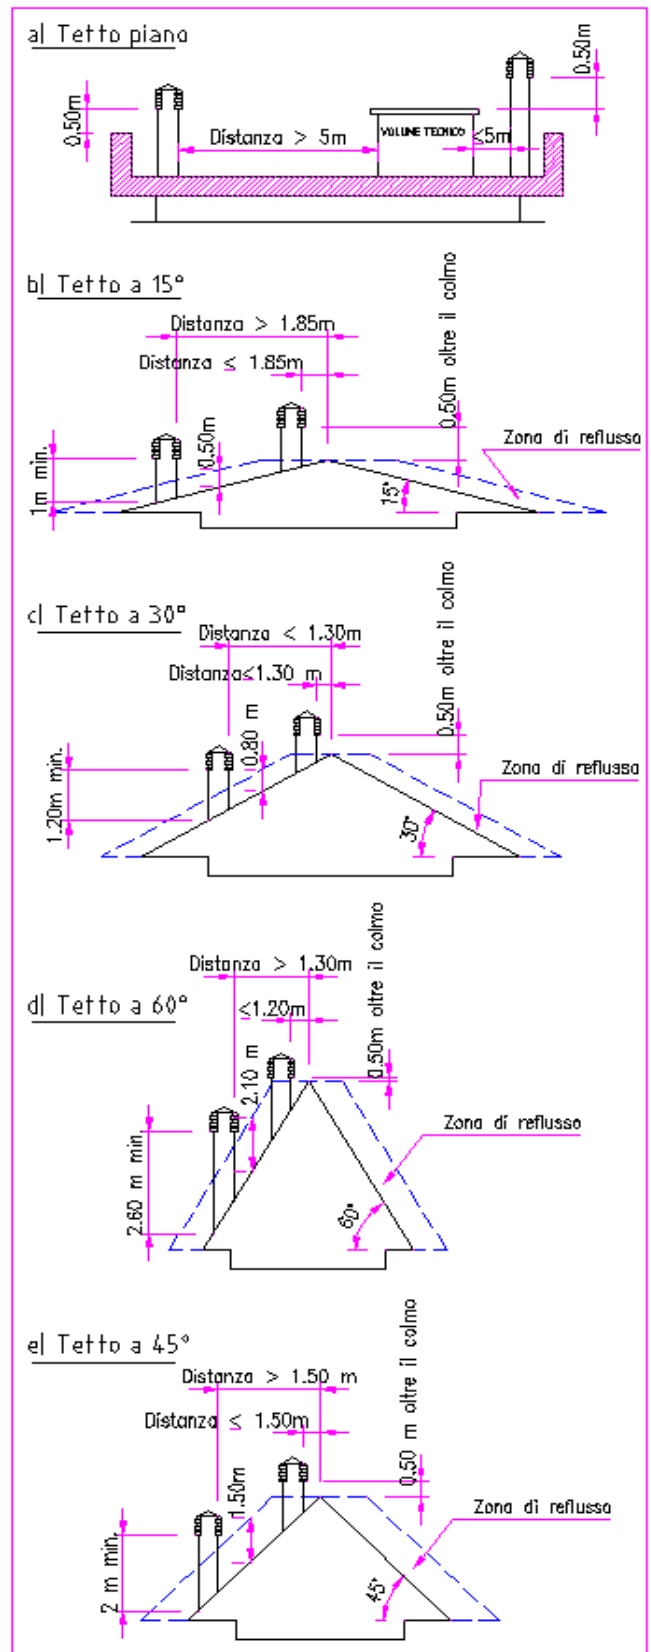

Fig.4
Il tipo (B) e (C) non sono antivento. L'area dei fori per l'evacuazione fumi deve essere il doppio dell' area della canna fumaria e essere conformato in modo che, anche in caso di venti in ogni inclinazione e direzione, sia assicurato lo scarico dei fumi. Deve impedire l'entrata della pioggia della neve e eventuali animali. La quota di sbocco in atmosfera deve essere al di fuori della zona di reflusso provocata dalla conformazione del tetto o da ostacoli che si trovano in prossimita' (fig.4).